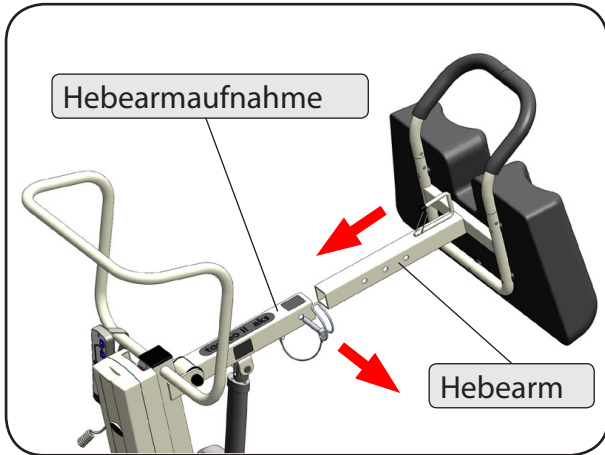

Abbildung 10
5. Stecken Sie den Hebearm mit dem Griff nach oben in die Hebearmaufnahme ein (Abbildung 10).